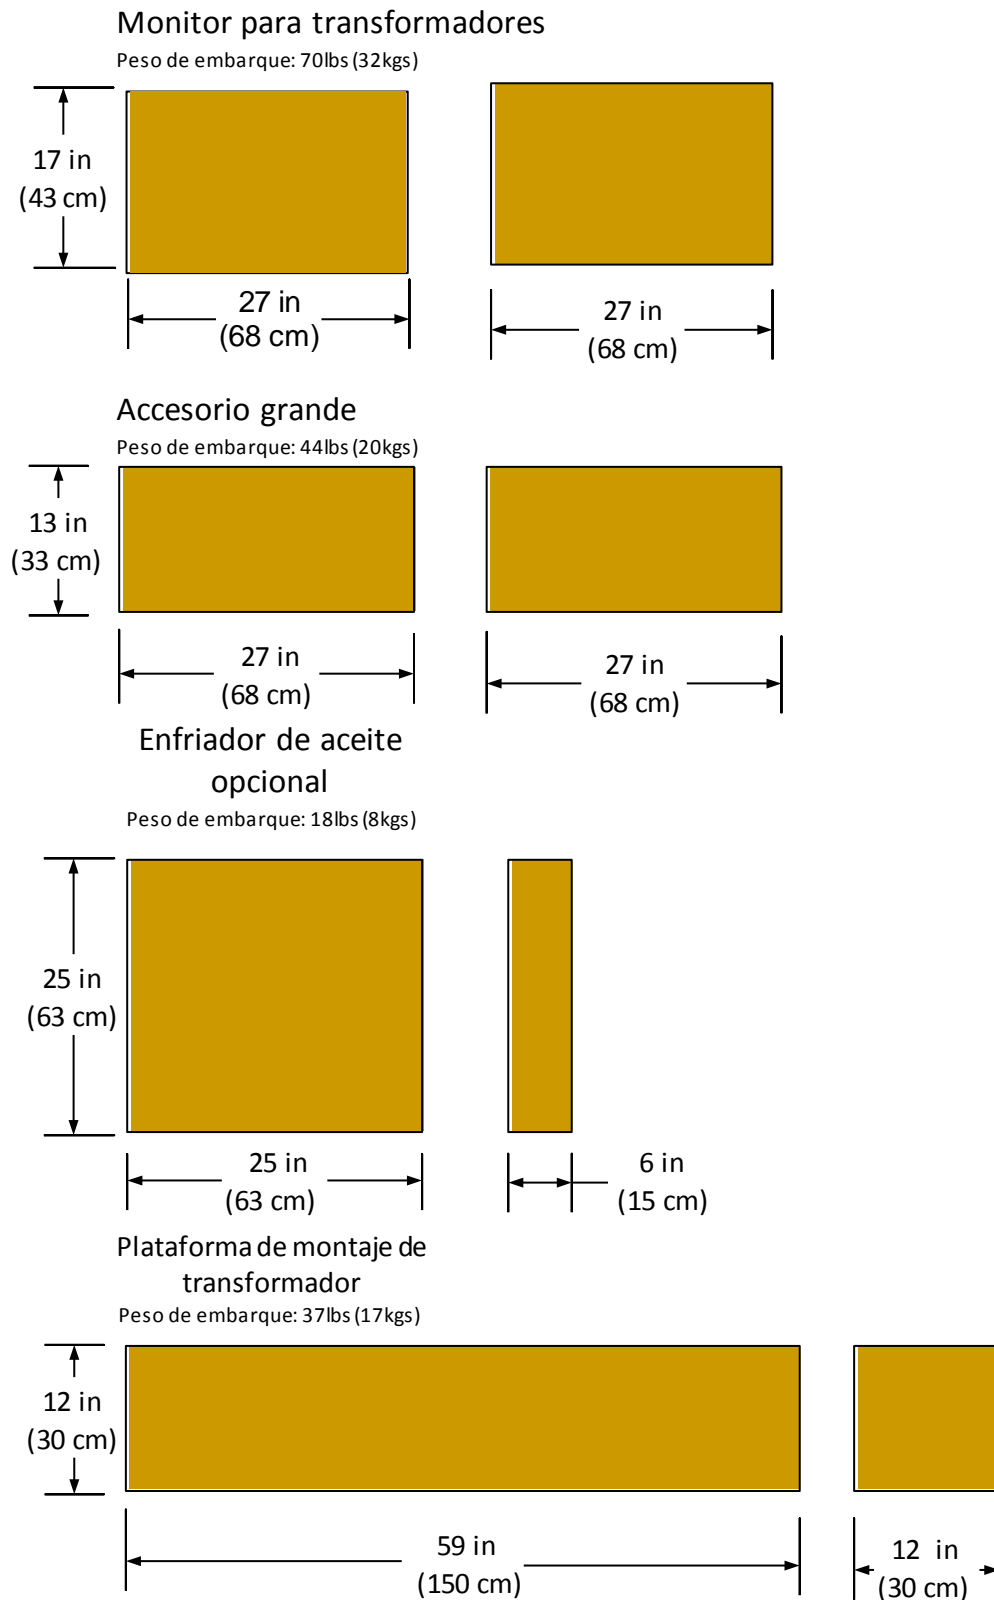

Figura 11: Contenedores para transporte
El paquete del monitor incluye (3) cales cortos que se usan junto con la Caja de empalmes Serveron. Si necesita cables más largos, puede adquirir opcionalmente cables de 7m mediante el número de parte Serveron 900-0063-XX. Estos cables usualmente se conectan a la regleta de bornes de la caja de empalmes incluida en el paquete estándar del monitor o en el tablero de control del transformador. Si no se adquirió la caja de empalmes, será necesario utilizar una regleta de bornes para la conexión de los cables. Se recomienda una regleta de 27 posiciones para tener flexibilidad en la conexión de los cables. Dependiendo de las conexiones utilizadas, podría ser necesaria una regleta aún mayor. La figura 11 muestra un esquema del conexionado de cables.